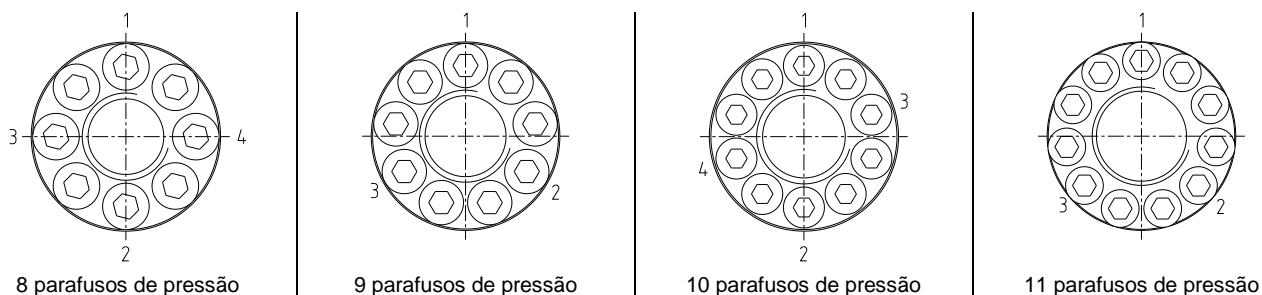

Figura 31: aperto dos parafusos de pressão
- Apertar os parafusos de pressão indicados na figura 31 manualmente.
- Apertar estes parafusos (ver figura 31) até a metade do torque indicado na tabela 11 e só depois apertá-los onforme os valores indicados na tabela 11.